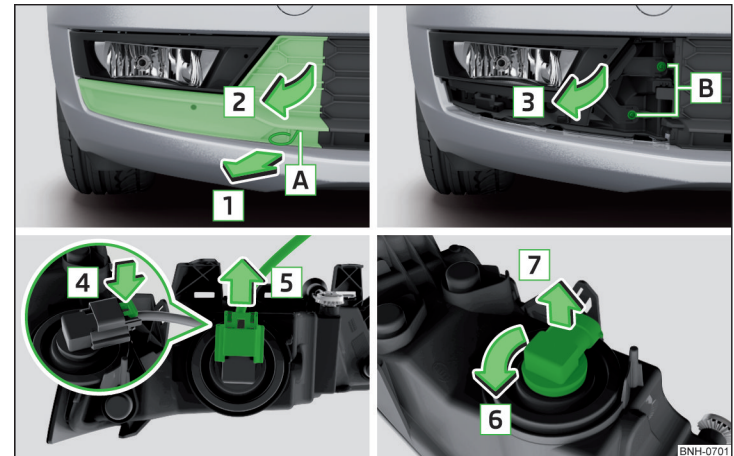

Abb. 281 Nebelscheinwerfer herausnehmen / Glühlampe wechseln
- In die Öffnung **A** » Abb. 281 den Bügel zum Abziehen der Radvollblenden einführen.
- › Den Nebelscheinwerfer entgegen der Pfeilrichtung **3** » Abb. 281 einsetzen und festschrauben.